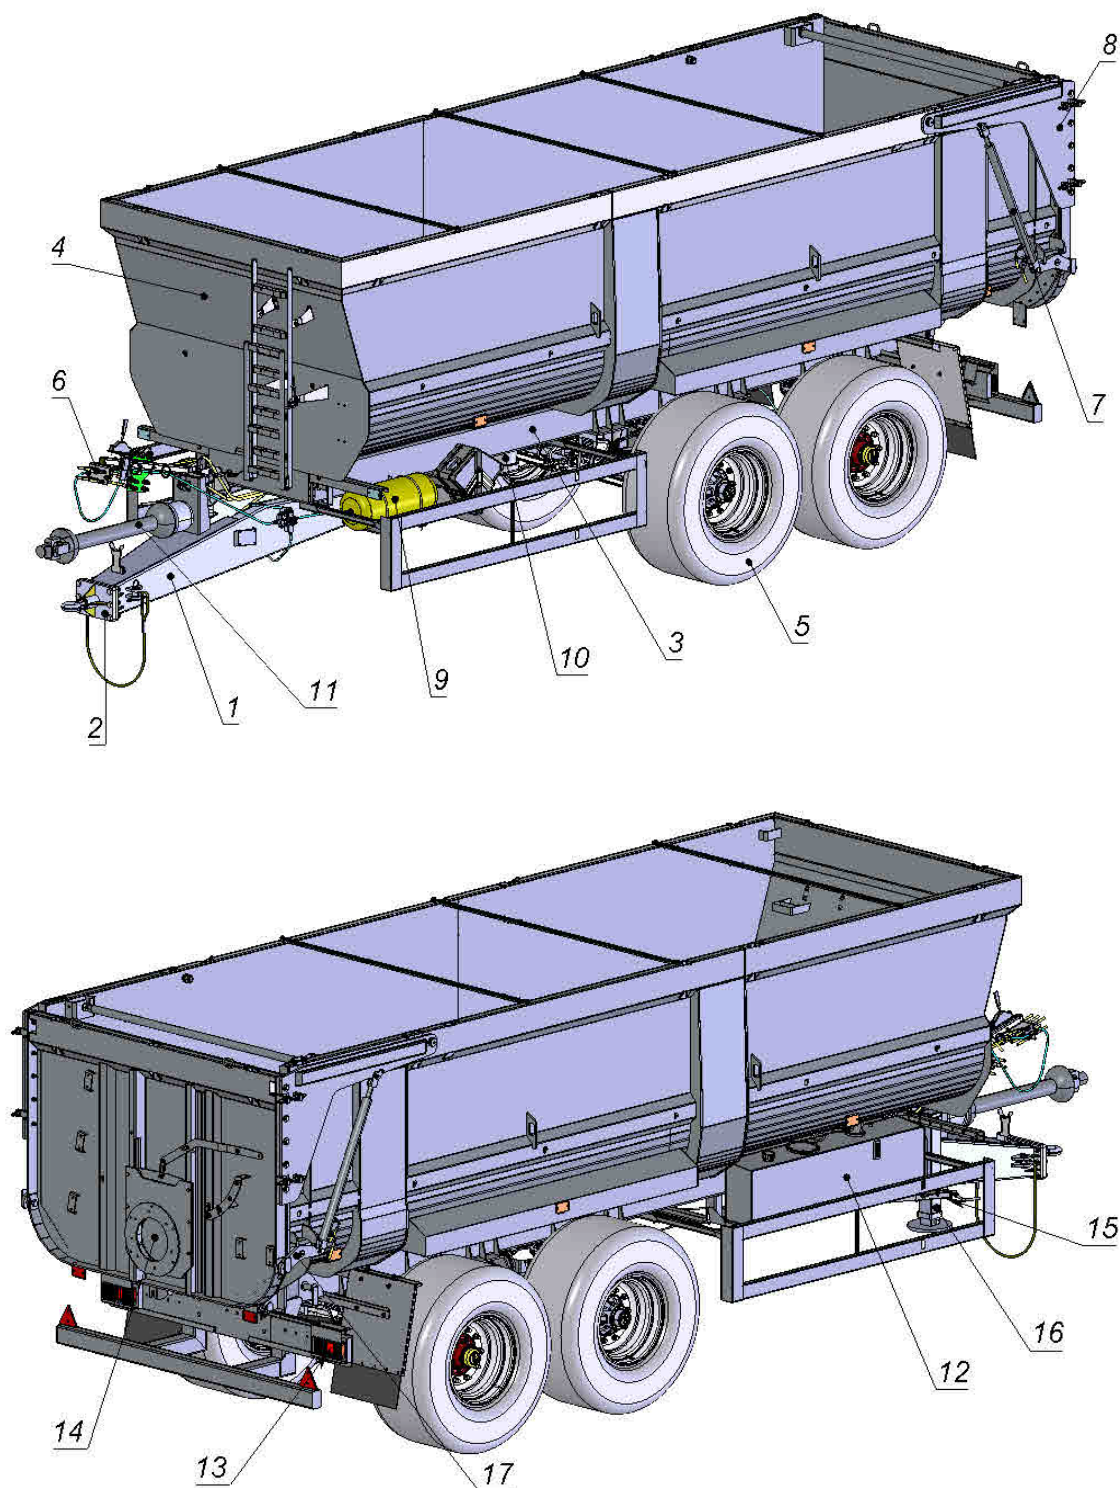
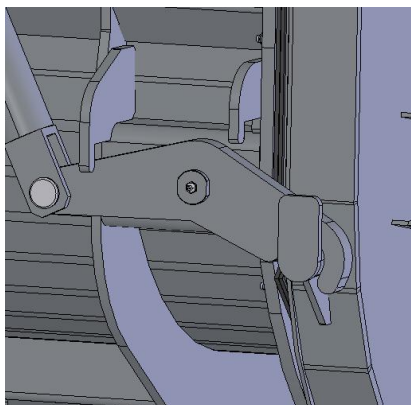

Рисунок 1.1 – Общий вид полуприцепа СПС-20 (СПС-18)
Рисунок 1.2 – Запорное устройство заднего борта
2.1 Полуприцеп состоит из: рамы шасси – 3 с дышлом -1 и сцепной плитой - 2, кузова в сборе 4, колесного хода - 5 на тандемной рессорной подвеске, автономной гидравлической системы для приводов подъема кузова 10, открытия заднего борта 7 и гидравлической опорной стойки 16, светосигнального оборудования 13, пневматической тормозной системы 9, ручным стояночным тормозом 15 (рисунок 1.1). Также полуприцеп оборудован задней противооткатной защитой (ЗПЗУ) и боковой защитой.
В задней части полуприцепа установлен задний борт на рычаги 8 шарнирно соединенные с кузовом, в нижней части установлены запорные устройства закрытия и фиксации заднего борта (рисунок 1.2). Поднятие (открывание кузова) заднего борта осуществляется при помощи пары гидроцилиндров 7 (рисунок 1.1), открывание запорного (рисунок 1.2) устройства осуществляется толканием рычага запорного устройства в начале хода гидроцилиндра, соответственно запираение осуществляется в обратном порядке. На гидроцилиндрах открытия бортов установлены гидрозамки для предотвращения падения борта в случае обрыва или повреждения шлангов, или других компонентов гидросистемы. Для надежной фиксации заднего борта при движении и транспортировке на кузове предусмотрен дополнительный механический фиксатор.